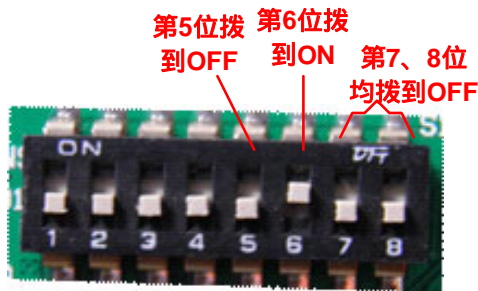

图 2.16 -5V~+5V 差分信号调速的拨码开关配置
-5V~+5V差分信号调速的拨码开关配置如图 2.16所示。拨码开关第 1-3 位配置电机额定电流（见表 2.2）；第 4 位配置堵转时间（见表 2.3）；第 5 位拨到OFF，第 6 位拨到ON，第 7、8 位均拨到 OFF（详情见表 2.4）。